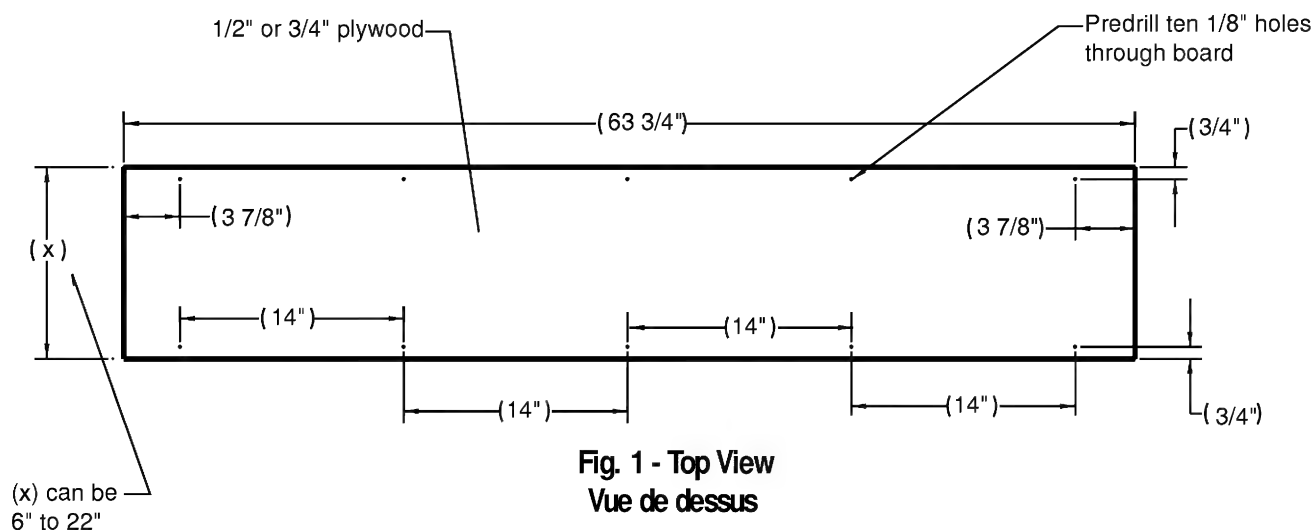

Fig. 1 - Top View
- Using either 1/2" or 3/4" plywood cut one shelf top to 63 3/4" long. The width of this shelf top can be any size between 6" to 22". (Fig. 1)
- Drill ten 1/8" shelf brace attachment holes. Predrilling these holes will help prevent splintering of the shelf top when screws are inserted. Place your first hole 3/4" from the long edge of the shelf and 3 7/8" from the short edge. Drill 4 more holes, one every 14" (Fig. 1).
- Utilisez un panneau en bois contre-plaqué de 1/2 po. (12 mm) ou 3/4 po. (19 mm) d'épaisseur et coupez-le afin d'obtenir une longueur de 63 3/4 po. (162 cm). La largeur de cette étagère peut être d'une taille quelconque entre 6 et 22 po. (15 et 56 cm) (fig.1).
- Avec une perceuse, effectuez dix trous de 1/8 po. (3 mm) pour les pièces de bois qui serviront de support à l'étagère. Le fait de percer ces trous à l'avance évitera que l'étagère se fissure lorsque vous introduirez les vis. Placez votre premier trou à 3/4 po. (19 mm) du bord long de l'étagère et à 3 7/8 po. (5,2 cm) du bord court. Percez 4 trous supplémentaires, un trou tous les 14 po. (35,5 cm) (Fig.1).